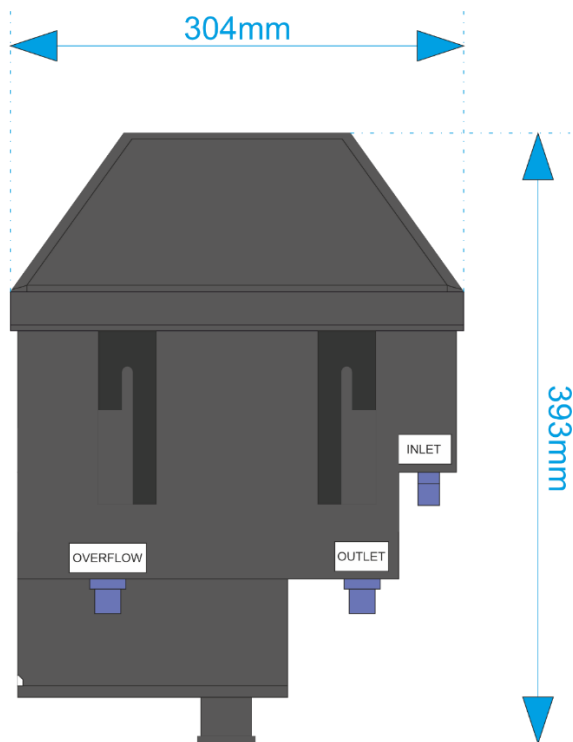
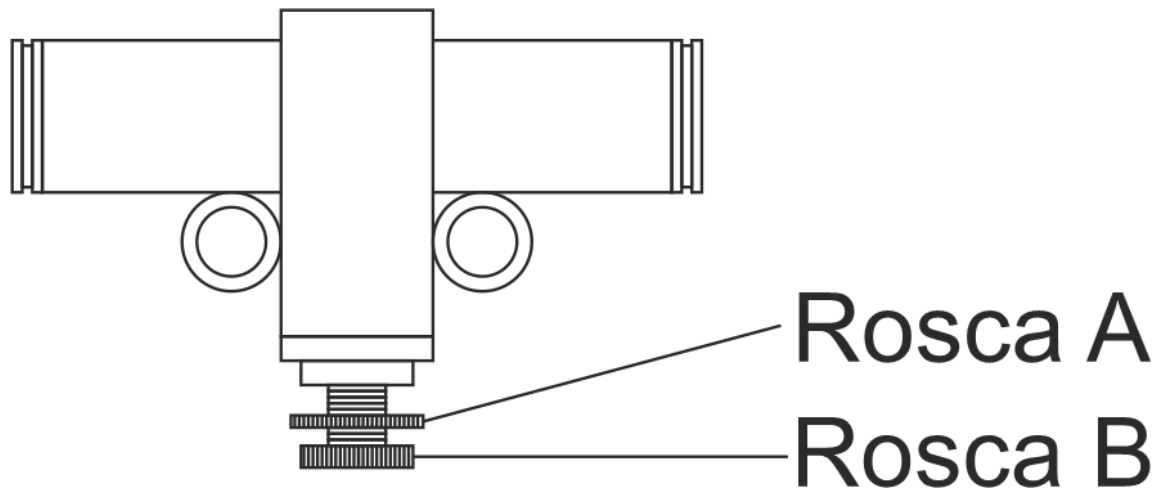
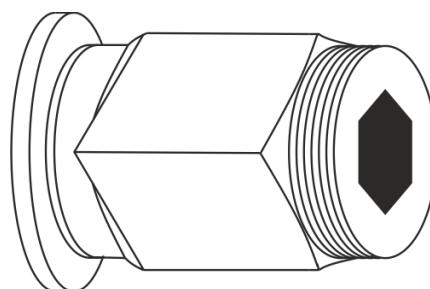

Figura 3.1 Parte trasera del sensor
Figura 3.4 Válvula de regulación
Figura 3.5 Conector racord para manguera
El sensor debe ser alimentado con una parte de la corriente del fluido del cual se desea obtener el valor de turbidez. Para esto, el equipo cuenta con diferentes accesorios, entre ellos 1 manguera de 8mm de diámetro externo y 6mm de diámetro interno, 2 mangueras de 12mm de diámetro externo y 8mm de diámetro interno, una válvula (figura 3.4) y un conector (figura 3.5).
- 2) Realizar una perforación con rosca en la tubería de ¼" BSPP y ahí roscar el conector de la figura 3.5.
- 3) Conectar uno de los extremos de uno de los trozos de manguera de 6mm de diámetro interno al conector de la figura 3.5 y el otro extremo a la válvula de la figura 3.4.
- 4) Conectar uno de los extremos del otro trozo de manguera de 6mm de diámetro interno a la válvula de la figura 3.4 y el otro extremo a la conexión "INLET" del equipo que se ve en la figura 3.1.
- 5) Conectar uno de los extremos de una de las mangueras de 8mm de diámetro interno a la salida del equipo denominada "OUTLET" en la figura 3.1.
- 7) Conectar uno de los extremos de la última manguera que queda en la salida que figura como "OVERFLOW" en la figura 3.1.
El agua ingresará por la entrada indicada como "INLET" y saldrá por la salida indicada como "OUTLET" en la figura 3.1. En caso de que el caudal que ingresa al equipo supere el caudal máximo de 700ml/min, comenzara a salir agua por la salida indicada como "OVERFLOW" en la figura 3.1. Si esto llegase a ocurrir, se puede ajustar la válvula para regular el caudal.
Para ajustar la válvula se debe girar la rosca A (figura 3.4) de derecha a izquierda (visto de la forma en la que se encuentra en la figura 3.4) hasta que haga tope con la rosca B (figura 3.4). Luego se debe girar la rosca A de izquierda a derecha hasta que deje de salir agua por la salida indicada como "OVERFLOW". Una vez que lleguemos a este punto, se debe volver a roscar la rosca B de izquierda a derecha hasta hacer tope con la parte superior.